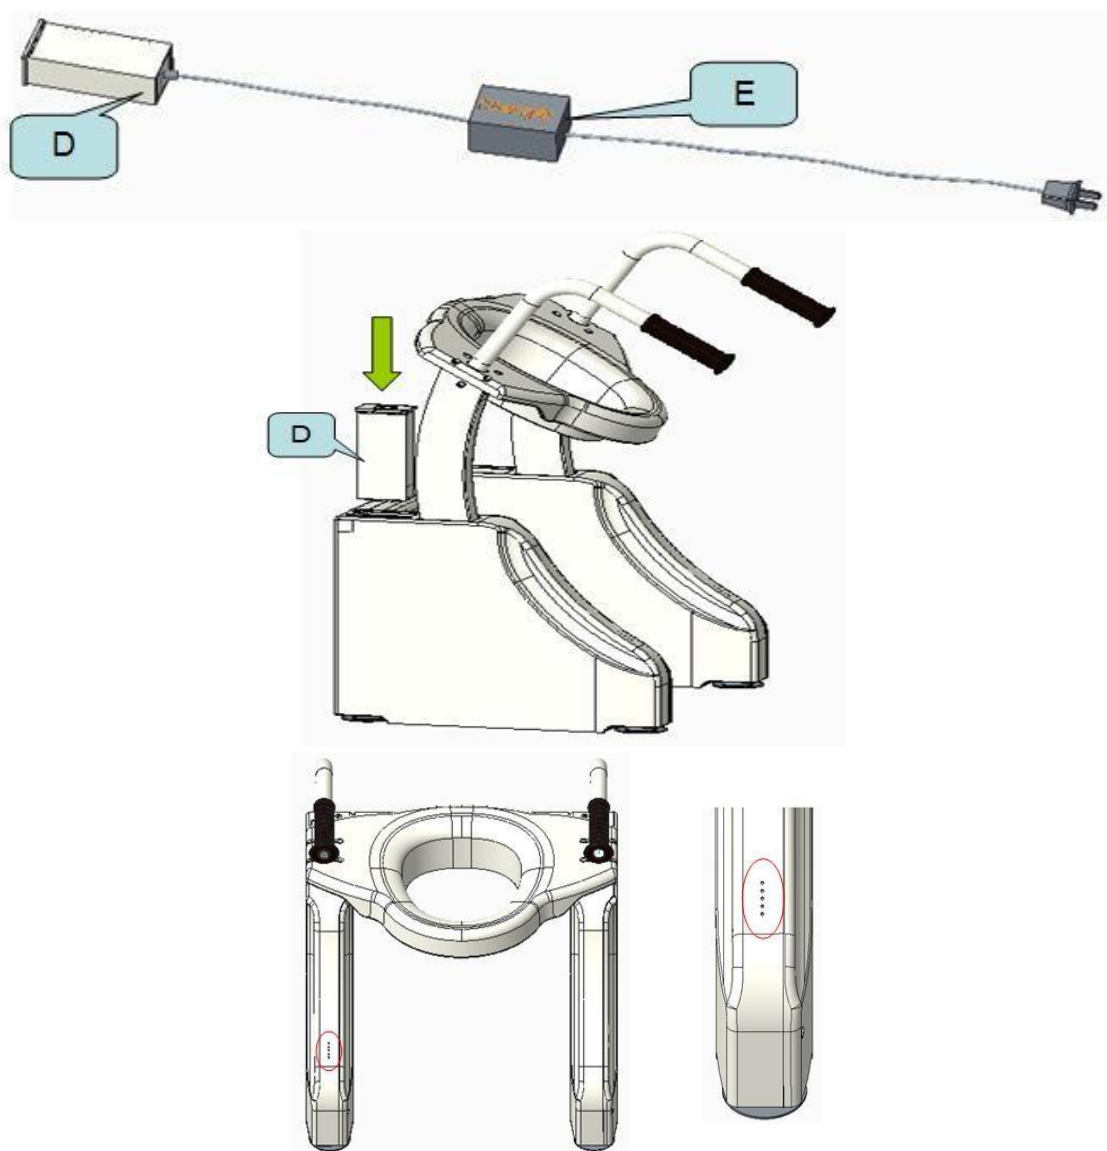

Figure 3 Indicateur de puissance
5. L'affichage de l'alimentation est situé dans la position indiquée dans la Figure 3. Pour économiser de l'énergie, la batterie n'est affichée que pendant le fonctionnement de l'appareil. Si l'on se réfère à l'indicateur de comparaison de puissance, la pile au lithium doit être chargée lorsque seul le voyant rouge est allumé.